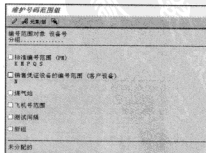

图 10-82 “维护号码范围组”界面
STEP 2 单击“组”按钮，进入“维护号码范围组”界面，如图 10-82 所示。